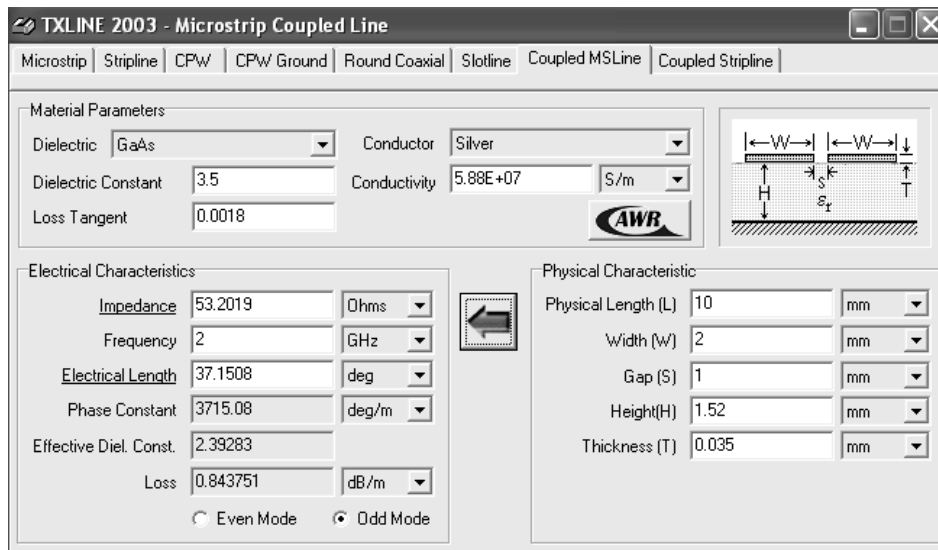

Figura 54 Cálculo de la impedancia modo impar en la herramienta TXLine.
Como se puede observar el resultado de impedancia en modo par con un ancho (W) de 2 mm y con un espaciamiento (S) de 1 mm es igual a 77,74 Ohms, ahora sin modificar ningún dato vamos a la parte inferior y activamos el *radio button Odd Mode* y presionamos el botón flecha a la izquierda para obtener el valor de la impedancia en modo impar como se ve en la figura 54.